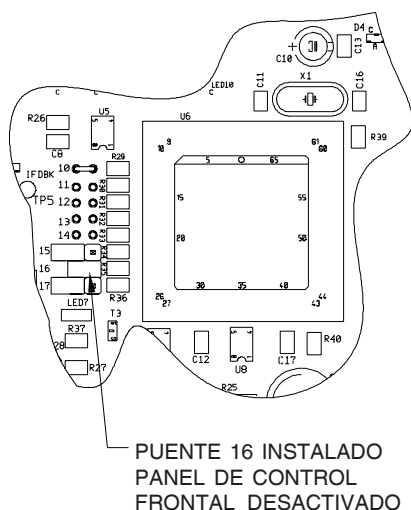

Figura 16: Ubicación del Puente - Bloqueo del panel frontal
3. Coloque el puente entre las 2 (dos) clavijas en la ubicación 16 en la placa principal de CI (vea la Figura 16).